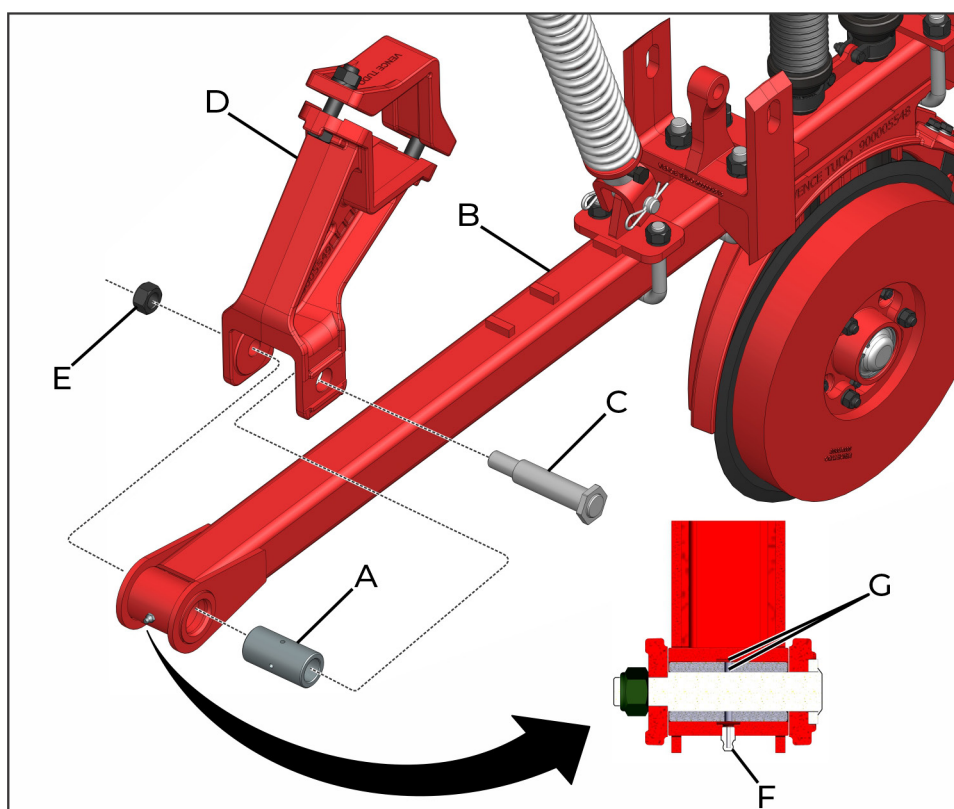

fig. 57
Los bujes (A) (fig. 57), trabajan conjuntamente con la línea (B) (fig. 57), y el eje (C) (fig. 57) permanece fijo por el soporte (D) (fig. 57). El sistema funciona así alrededor del buje y no hay desgaste en otros componentes.
Después de las primeras 8 horas de trabajo, vuelva a apretar los ejes de fijación (C) (fig. 57) para eliminar posibles holguras y asegurar el espaciado entre las líneas.
- Afloje el eje de fijación (C) (fig. 57) a través de la tuerca (E) (fig. 57);
- Retire la línea (B) (fig. 57);
- Revise si hay desgaste u holgura entre el buje (A) (fig. 57) y el eje (C) (fig. 57);